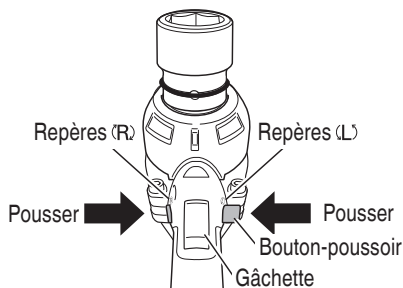

Fig. 10
4. Vérifiez le sens de rotation. La mèche tourne dans le sens horaire (vu de l'arrière) quand on appuie sur le côté R du bouton-poussoir. En appuyant sur le côté L du bouton-poussoir, la mèche tourne dans le sens anti-horaire. (Voir Fig. 10). (Les repères «L» et «R» sont marqués sur le corps.)